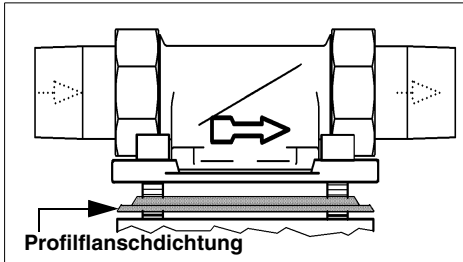

Abb. 2: Einbaudrehflansch
**Der Einbaudrehflansch muss in Fließrichtung installiert werden. Diese ist durch einen eingegossenen Pfeil gekennzeichnet (siehe Abb. 2).**
Das Profil der Profilflanschdichtung muss zum Einbaudrehflansch zeigen (siehe Abb. 2). Wird dies nicht beachtet, so kann es zu Undichtheiten und zum Austreten von Wasser kommen. Dabei können Wasserschäden an Haus und Einrichtung entstehen.